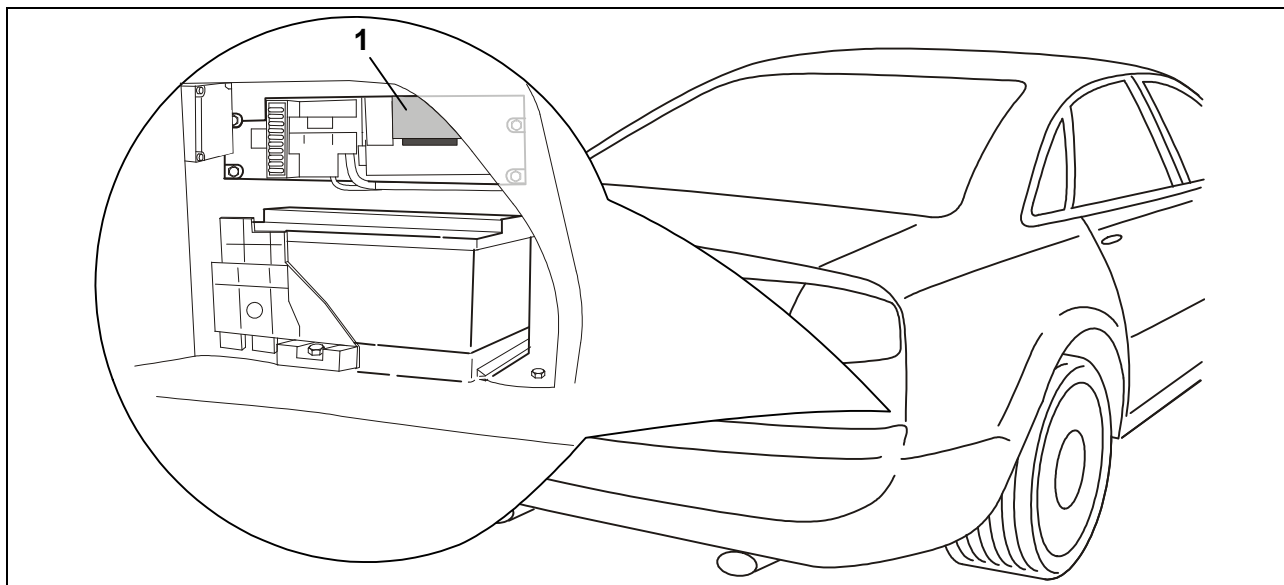

Fig. 5 : centralina di comando fondo (ILM)
19. Estrarre lo spinotto a 32 poli (blu) dalla centralina di comando fondo (ILM) (Fig. 5/1).
23. Inserire lo spinotto a 32 poli (blu) nella centralina di comando fondo (ILM) (Fig. 5/1).